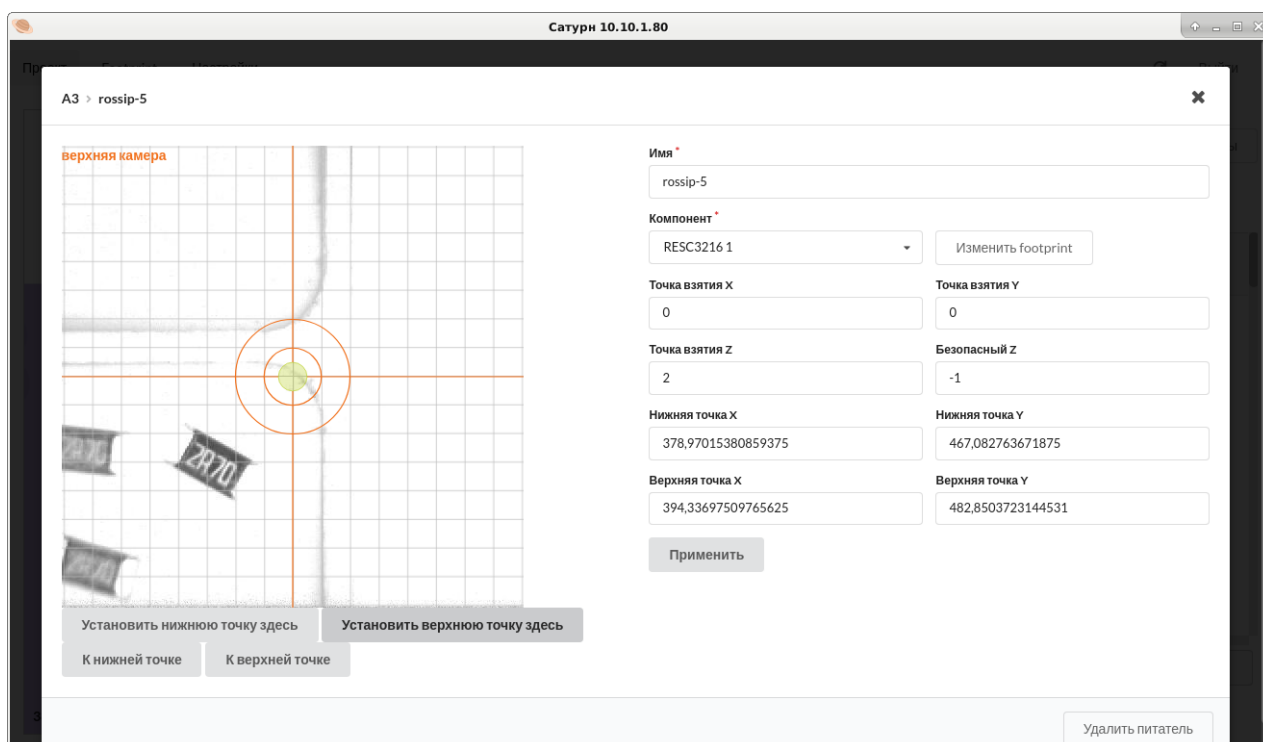

Рисунок 3.46 – Калибровка питателя "Россыпь"
- 1) Выставить мишень в любой нижний угол питателя и нажать кнопку "Установить нижнюю точку здесь", Рисунок 3.46, стр.73